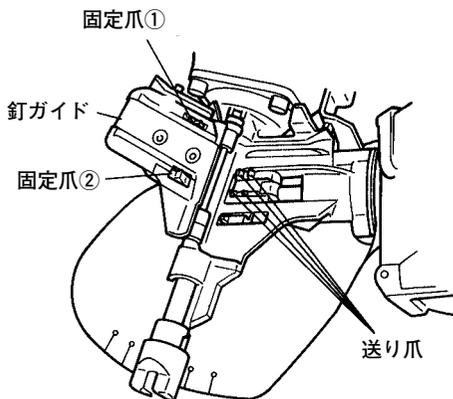

図 31
- 図 31 のように釘ガイドを開いて、附着しているごみやほこりを掃除し、特に送り爪の摺動する溝には付属の油を注油してください。